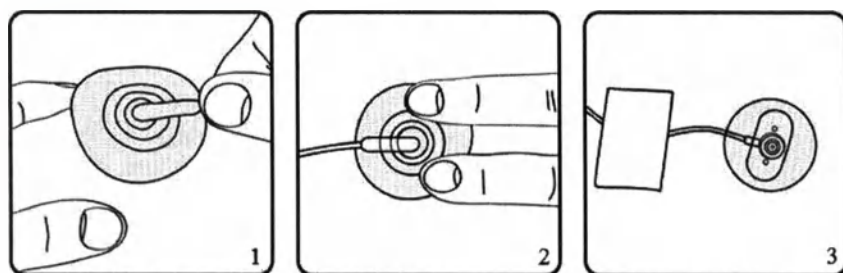

Рис.65.
7. Далее последовательность этапов установки инфузионного набора EasyRelease II к телу показана на Рис.65 (пп.1-3).